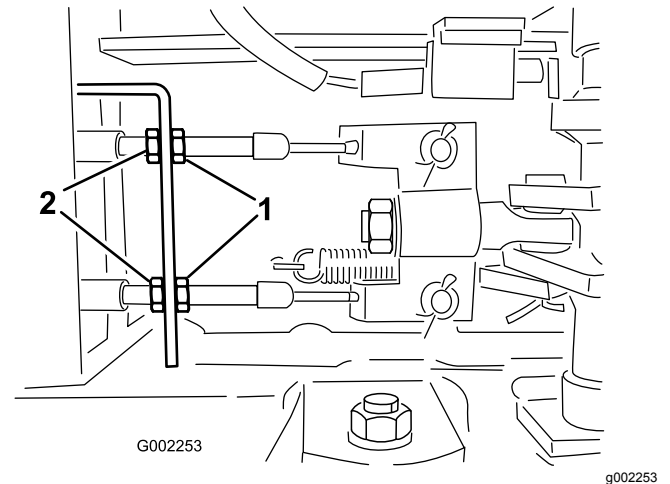

Figura 94
5. Afloje las contratuercas delanteras de los cables de freno, debajo del extremo delantero del fumigador (Figura 94).
6. Apriete las contratuercas traseras en la misma cantidad hasta que el pedal de freno recorra entre 1 a 2 cm (1/2" a 1") antes de que se note resistencia (Figura 94).